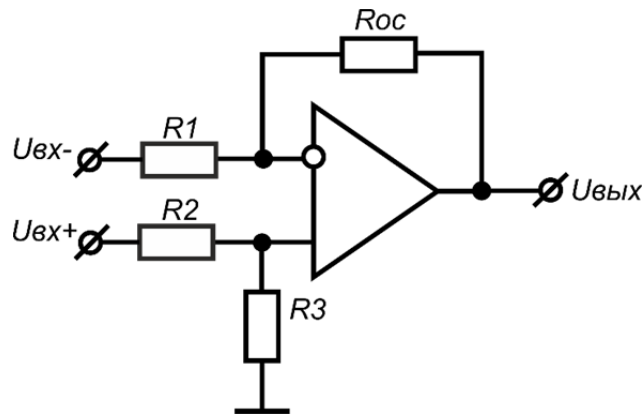

Рис. 5. Дифференциальный усилитель
3. *дифференциальный усилитель* (Рис. 5)